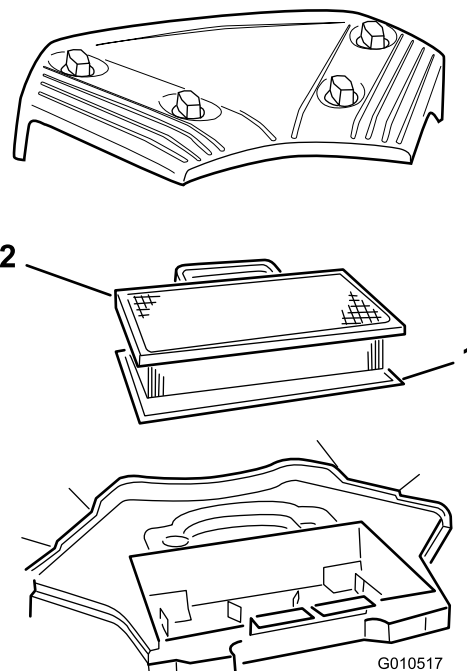

Bild 22
3. Nehmen Sie den Papiereinsatz und den Schaumeinsatz heraus (Bild 22).